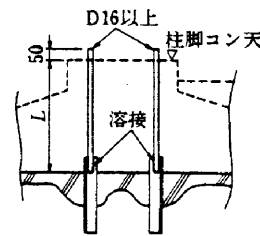

Fig.3
③打込んだアングルに、鉄筋 (D16以上, 長さ=L+5 cm) を垂直に溶接する。この鉄筋が垂直でないとき柱主筋や帯筋に接触してしまうので、溶接後垂直かどうかを再度確認する。(Fig.3)